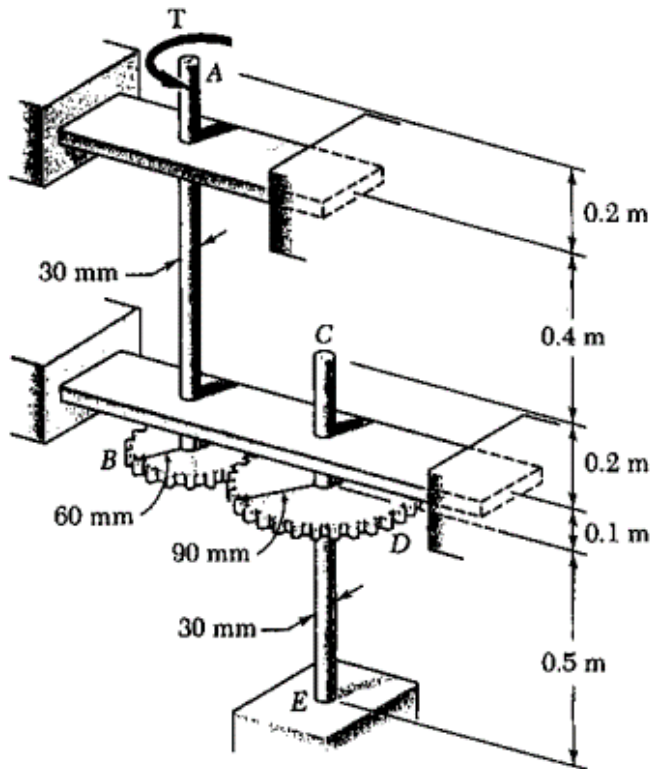

Figura 3.7
3.1.10 Dois veios maciços da Figura 3.7 tem um diâmetro de 30 mm estão ligados por 2 rodas dentadas. Determine a rotação da secção A depois de estar sujeito a um momento torsor de 200 Nm. $G = 77 \text{ GPa}$.